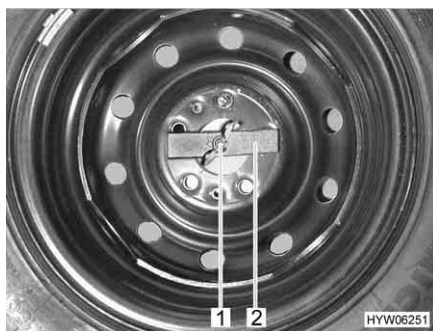

Fig. 188 Ruota di scorta nel gavone di coda
- Svitare manualmente il dado ad alette (Fig. 188,1) e rimuoverlo.
- Rimuovere la barretta di compressione (Fig. 188,2).